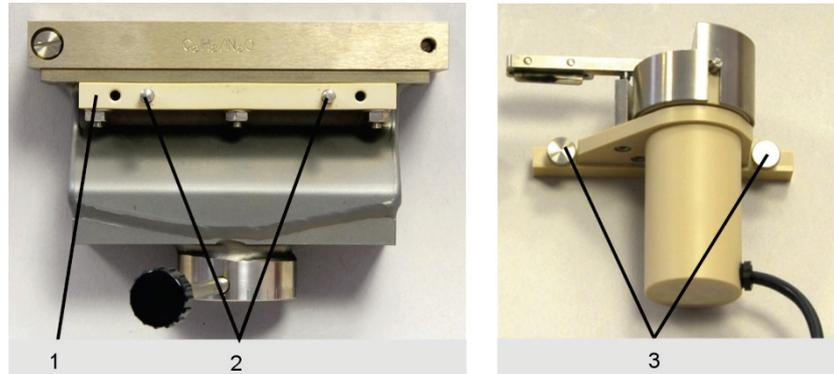

Bild 46 Befestigungsschiene am Brenner/Rändelschrauben am Scraper
2. Befestigungsschiene (1 in Bild 46) mit Rändelschrauben (3 in Bild 46) vom Scraper abschrauben. Die Rändelschrauben sind unverlierbar und bleiben in ihrer Halterung im Scraper.
4. Scraper auf die Führungsstifte der Befestigungsschiene (2 in Bild 46) stecken und mit Rändelschrauben (3 in Bild 46) festschrauben.